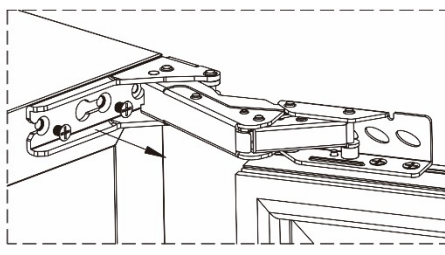

Fig.2
3. Retirez les deux vis des charnières supérieure et inférieure à l'aide d'un tournevis Phillips. (Fig. 2)